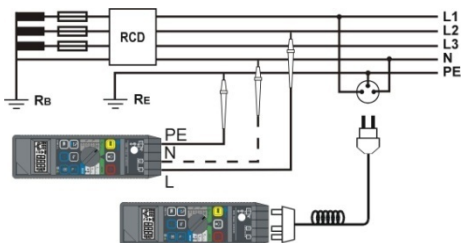

Рис.6. Измерения на оборудовании, оснащенном УЗО, при помощи заостренного зонда или зонда в виде штепсельной вилки (нейтральный провод можно не подключать).
- выполнить подключение **L** и **PE** (**N** - нейтральный провод можно не подключать) электрооборудования в соответствии с Рис.6;
- выполнить подключение **L** и **PE**, (**N** - нейтральный провод можно не подключать) к электрооборудованию в соответствии с Рис.6;
- выполнить подключение проводников **L, N** (нейтральный провод можно не подключать) и **PE** электрооборудования в соответствии с Рис.6;